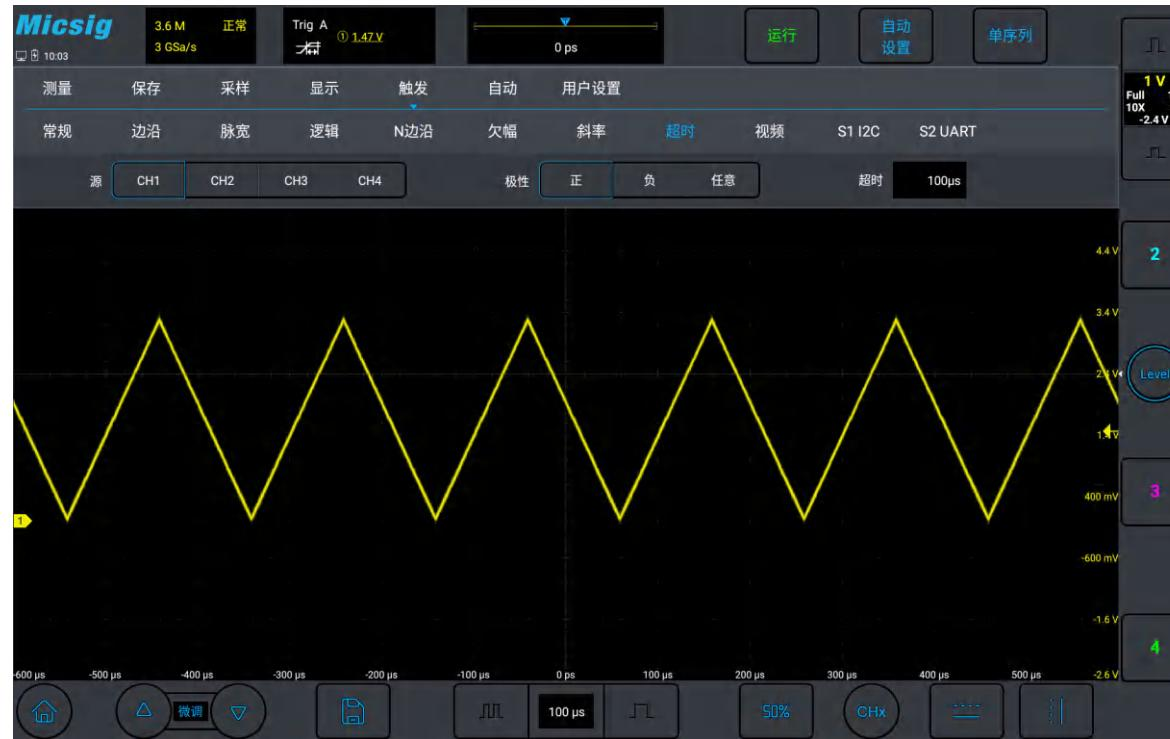

图5-29 超时触发
1) 打开触发菜单，轻点“触发”打开触发菜单，在触发类型中选择超时触发，对超时触发进行如下设置，见图 5-29：